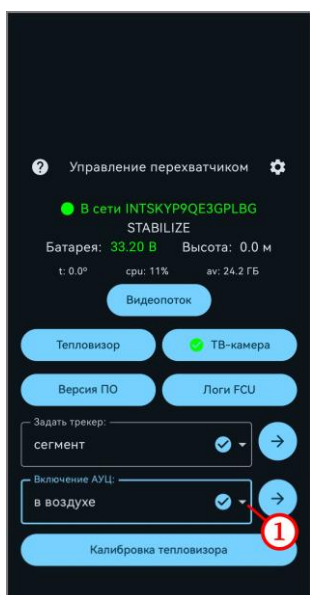

Рисунок 23
- в поле «Включение АУЦ:» нажать на кнопку ▼ (рисунок 23, шаг 1);